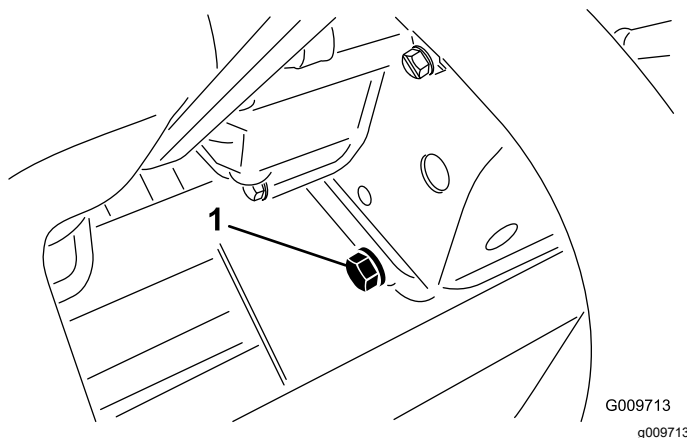

図 79
2. ドレンプラグ 図 79 を外してオイルを容器に受ける。